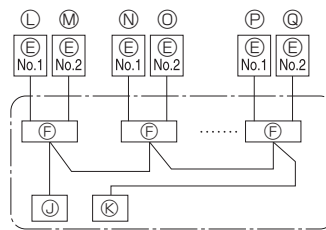

Fig. 6-2
6.1. Außenanlage (Fig. 6-1, Fig. 6-2)
- Die Kabel gemäß der Fig. 6-1 und der Fig. 6-2 verdrahten.